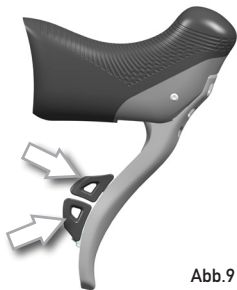

Abb.9
- hinaufschalten (Abb.9).
- betätigen Sie wiederholt den oberen Hebel, als wollten Sie auf die kleineren Ritzel herunterschalten (Abb.9).